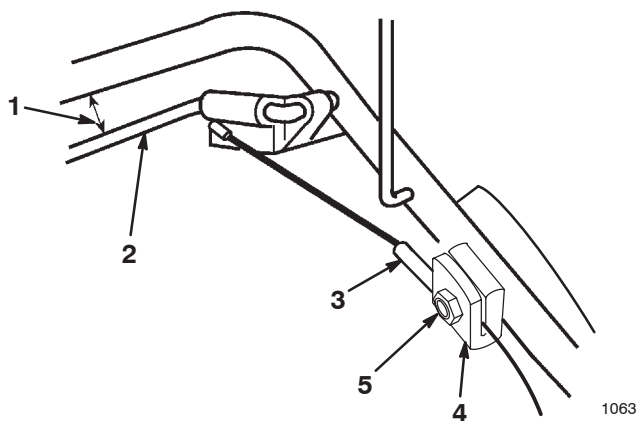

Figure 85
1. Desserrer l'écrou du serre-câble (Fig. 85).
2. Maintenir la barre de commande d'autopropulsion à 2 à 4 cm (1 à 1 1/2 po.) du guidon (Fig. 85).